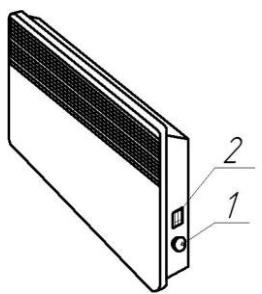

Рис.6 Розміщення органів керування конвекторів (IP20)
5.7 Переведіть клавішу вимикача (клавіші ступінчастого регулятора потужності) у відключене положення «0», ручку термостата встановіть в положення «*» (сполучіть знак «*» на ручці з міткою на корпусі конвектора або блоку керування). Конвектор готовий до роботи (розташування органів керування конвектором наведене на рис. 6, 7).